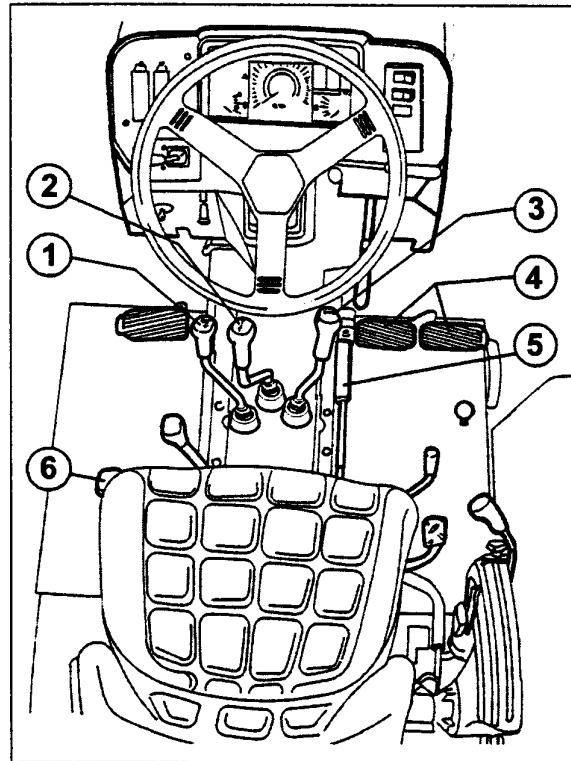

Fig.4-44
Poner los siguientes mandos en NEUTRO. (Fig. 4-44):
- Disminuir la velocidad y parar el tractor con los pedales de los frenos unidos (4 Fig.4-44)
Activar el freno de estacionamiento (5-Fig. 4-44).